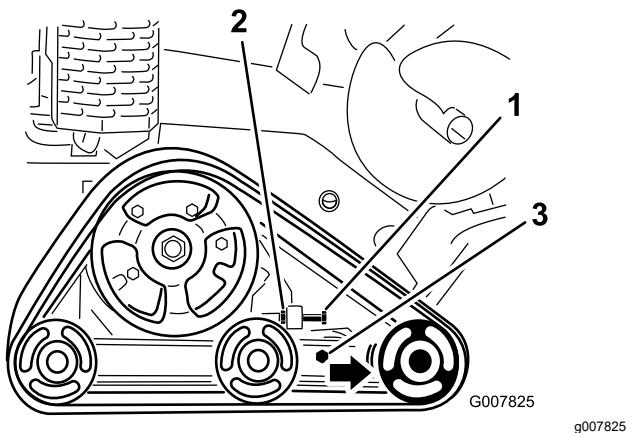

Figure 60
3. Desserrez l'écrou de blocage sur le boulon de réglage de tension de la chenille et les boulons de serrage du bras de tension (Figure 60).
4. Serrez le boulon de réglage de tension à un couple de 32,5 à 40 N·m pour tendre la chenille (Figure 60).
4. Desserrez le boulon de réglage de tension et l'écrou de blocage (Figure 60).
5. Desserrez les boulons de serrage (Figure 60).